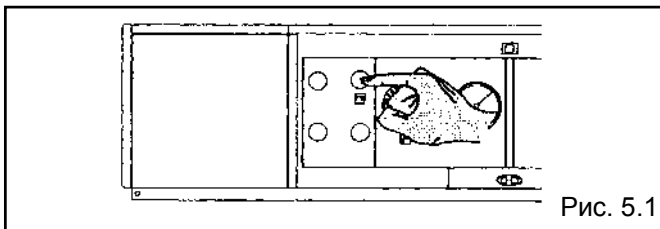

Рис. 5.1
- нажать кнопку выключателя на панели управления бойлера и убедиться, что зеленая лампочка погасла (рис. 5.1);